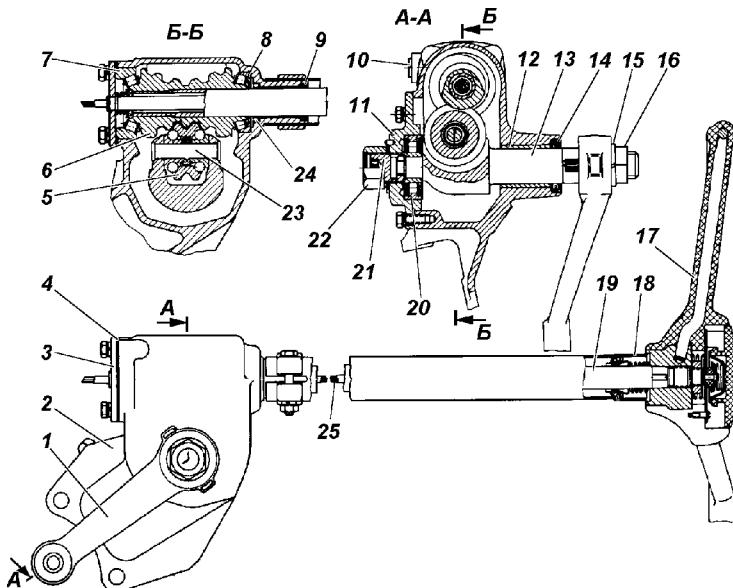

Рис. 9.27. Рулевой механизм (без ГУР):
Регулировку затяжки подшипников червяка автомобиля не оснащенного гидроусилителем производите с помощью прокладок 4 (рис. 9.27), установленных между картером и нижней крышкой картера рулевого механизма, в следующей последовательности:
4. Вращая регулировочный винт 21 (см. рис. 9.27) по часовой стрелке, устраним зазор в зацеплении.